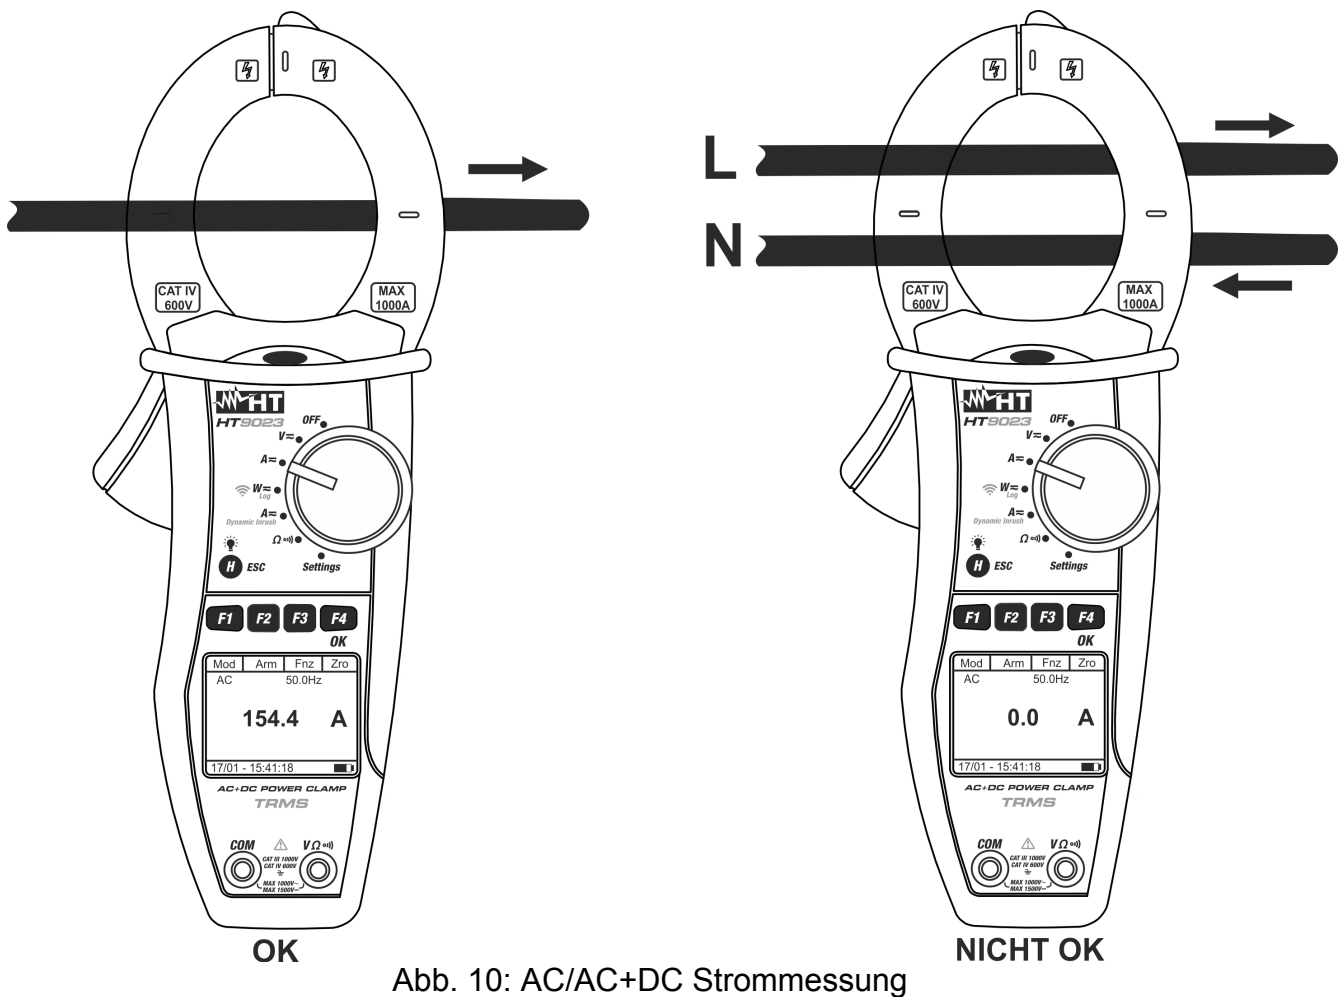

Abb. 10: AC/AC+DC Strommessung
5. Setzen Sie den Leiter ins Zentrum der Zangenöffnung, damit Sie eine genauere Ablesung der Messwerte erhalten. Auf die vorhandenen Ausrichtungsmarkierungen achten (siehe Abb.10)